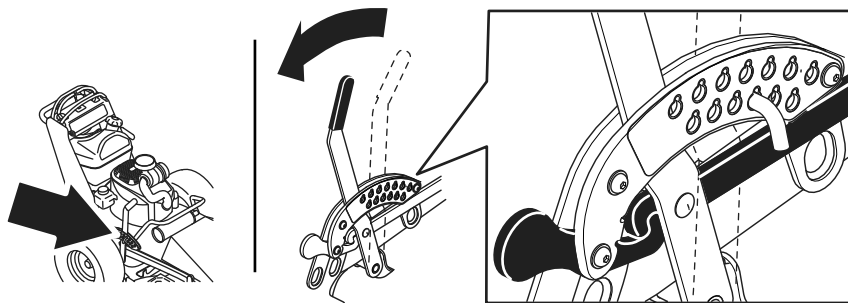

Figura 1
1. Desloque a alavanca de altura de corte para a posição TRANSPORTE (Figura 1).